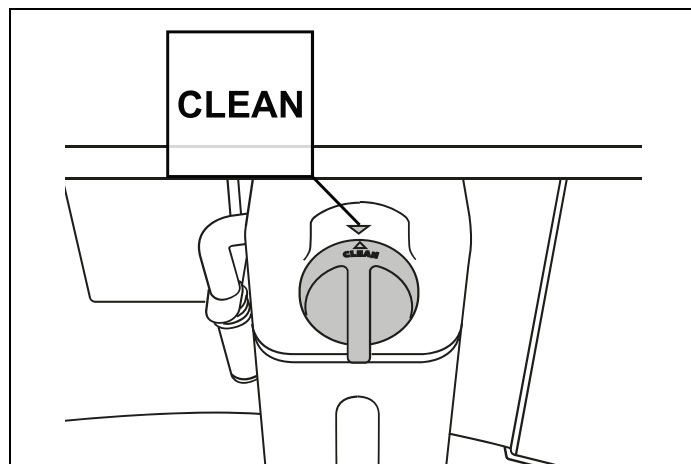
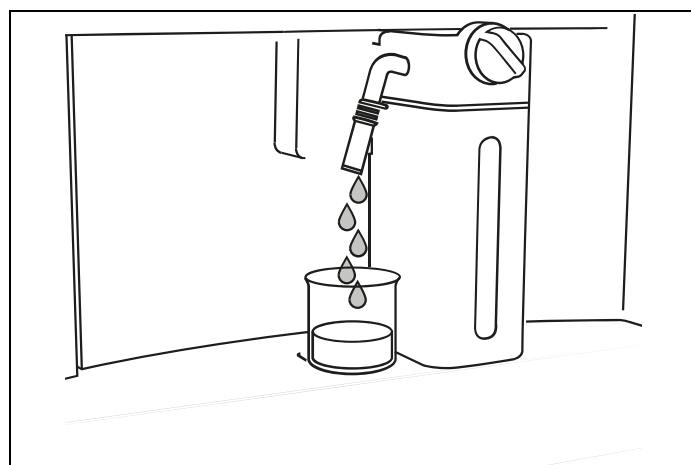

Fig. 37
Fig. 38
- 3) Vrid skumjusteringsratten (**D1**) till **CLEAN** (Fig. 37 ). **Rengör mjölkbehållare** (Fig. 38 ) visas på displayen (**B**) tillsammans med ett fält som gradvis fylls i takt med att rengöringen fortskrider. Rengöringen stoppar automatiskt.